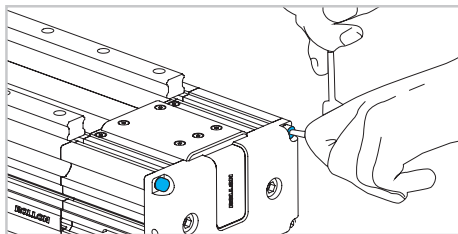

Abb. 11
- 12) Lösen Sie die vier Schrauben am Umlenkkopf (Abb. 11).